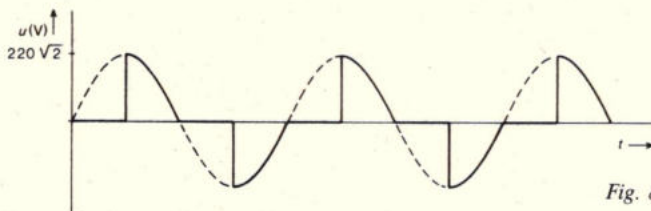

Fig. 8.
5. Een draadweerstand van 11Ω heeft een temperatuur van 69°C als hij een vermogen van $4,4 \text{ kW}$ opneemt. De spanning verloopt hierbij volgens de vloeiende (gestippeld/getrokken) kromme van fig. 8. De omgevingstemperatuur is 25°C .
Bepaal de temperatuur die de weerstand gaat aannemen als men er bij dezelfde omgevingstemperatuur, een spanning u aan toevoert volgens de getrokken kromme van fig. 8.